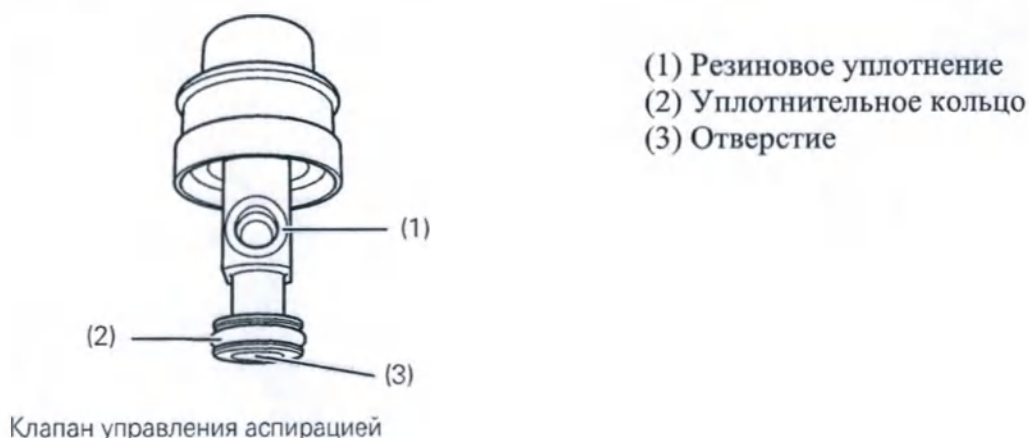

Рис. 7.22
- При обнаружении нарушений резинового уплотнителя клапан управления аспирацией (Рис. 7.22) замените клапан на новый. Использование клапана управления аспирацией, имеющего нарушения, может привести к постоянно слабой аспирации, что может помешать проведению процедуры. Также возможно попадание материала пациента в окружающую среду и инфицирование медперсонала.
2. Убедитесь, что уплотнительное кольцо установлено правильно и что кольцо и резиновый уплотнитель не имеют сколов, трещин и расслаивания (Рис. 7.22).